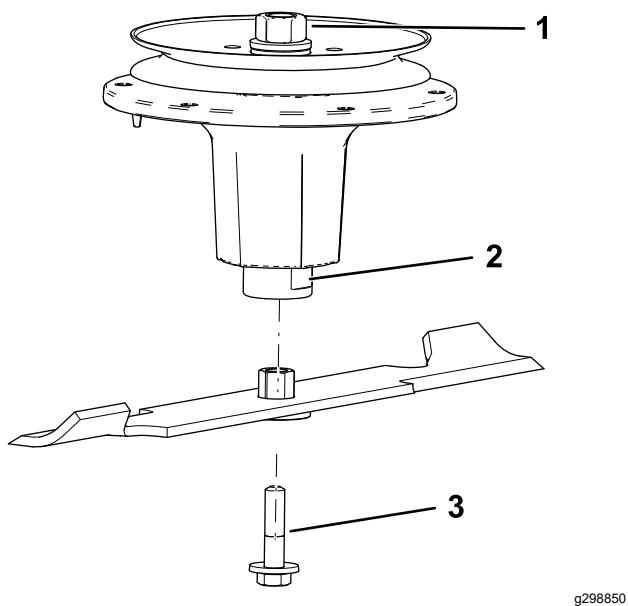

Figura 91
- Instale el conjunto de buje/cuchilla en el eje (Figura 91).